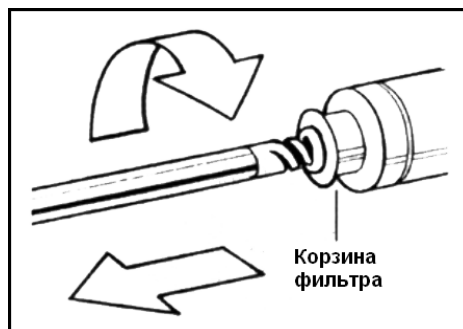

Рис. 4. Снятие фильтра форсунки.
- вынуть фильтр (расположенный внутри входного отверстия форсунки): используя специальное приспособление, закрутить резьбовой конец приспособления в фильтр и вытянуть его (рис. 4).